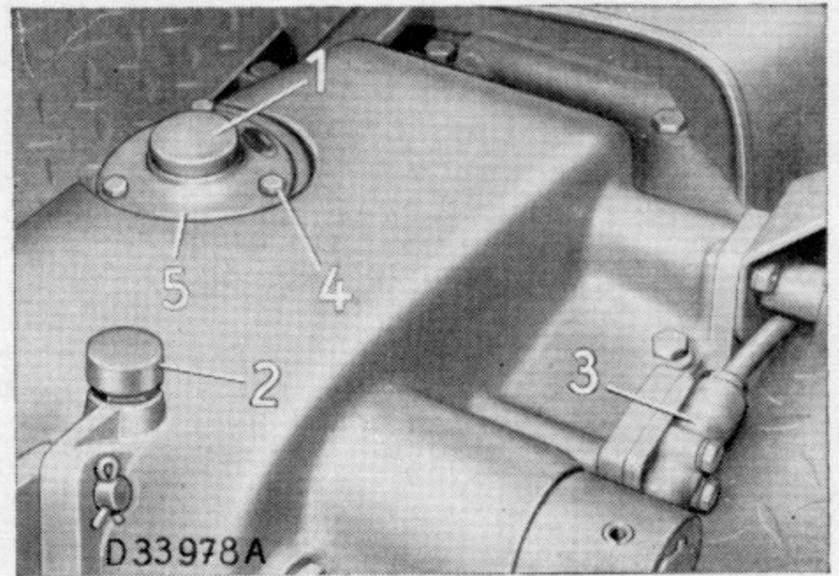
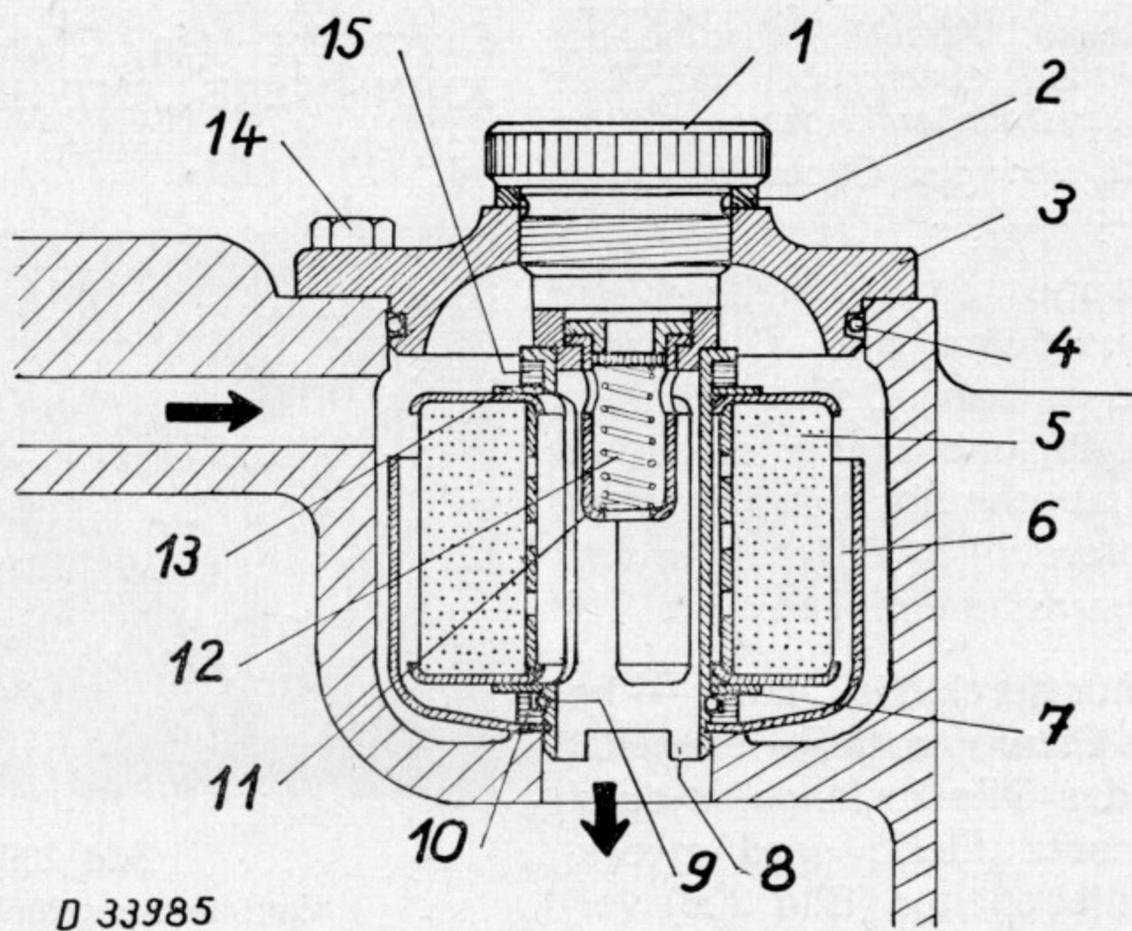

Bild 209
Bild 210
Ölmeßstab 2 (Bild 209) herausschrauben, an seiner Stelle das Saugrohr eines Absauggerätes in die Gehäuseöffnung einsetzen und Öl restlos absaugen.
a) Bei stillstehendem Motor Sechskantschrauben 4 (Bild 209) lösen und Filter herausnehmen (Bild 210).
e) Entlüftungskappe 2 (Bild 209) am Ölmeßstab in Kraftstoff ausspülen.